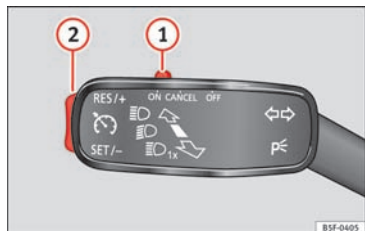

Fig. 39
- Aktivering af fartpilot: Skub kontakten » Fig. 39 ① til positionen **ON**. Systemet er aktiveret. Da der endnu ikke er gemt nogen hastighed, regulerer systemet ikke endnu.
- Brug af fartpilot: Tryk på knappen » Fig. 39 ② i området **SET/-**. Den aktuelle hastighed gemmes, og systemet regulerer.
- Midlertidig deaktivering af fartpilots regulering: Tryk kontakten » Fig. 39 ① til positionen **CANCEL**, eller trød på bremsepedalen. Reguleringen deaktiveres midlertidigt.
- Genoptagelse af fartpilots regulering: Tryk knappen » Fig. 39 ② mod **RES/+**. Den gemte hastighed gemmes og indstilles på ny.
- Forøgelse af gemt hastighed, mens fartpiloten regulerer: Tryk på knappen ② i området **RES/+**. Bilen accelererer, indtil den nye, gemte hastighed er nået.
- Reducering af gemt hastighed, mens fartpiloten regulerer: Tryk på knappen ② i området **SET/-** for at reducere hastigheden i trin a 1 km/h (1 mph). Hastigheden bliver reduceret, indtil den nye gemte hastighed nås.
- Deaktivering af fartpilot: Skub kontakten » Fig. 39 ① til positionen **OFF**. Systemet bliver deaktiveret, og den gemte hastighed bliver slettet.